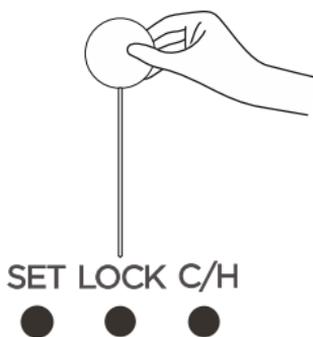

Abb. 3.17
- 1) Drücken Sie ●, um die Tasten zu sperren (siehe Abb. 3.17). Die Sperranzeige  erscheint im Display.